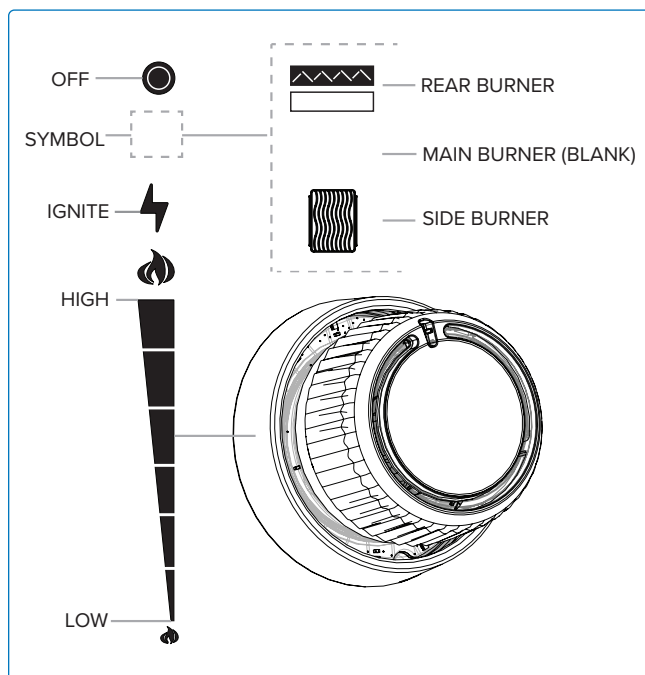

Fig. 7
2. Tryk og drej langsomt en hvilken som helst hovedbrænderknap mod uret til HØJ position, indtil tænderen tænder. Fortsæt med at trykke ned på kontrolknappen, indtil brænderen tænder, og slip derefter (**Fig. 6A & Fig. 7**).
3. Tryk og drej langsomt bagbrænderknapen mod uret til HØJ position (**Fig. 6D & Fig. 7**).
4. Hvis brænderen ikke tænder inden for 5 sekunder – drej brænderens kontrolknap med uret til OFF-positionen. Vent 5 minutter. Gentag trin 2 og 3. **(Fig. 6E & Fig. 7).**